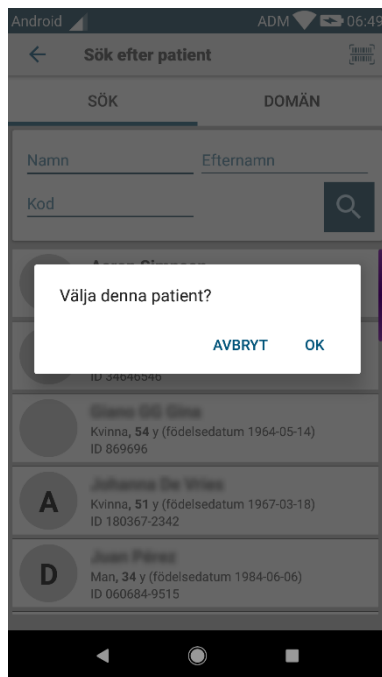

Fig. 36
- Tryck på rutan som motsvarar en patient för att välja patienten. Bekräftelse av användaren krävs (Fig. 36).